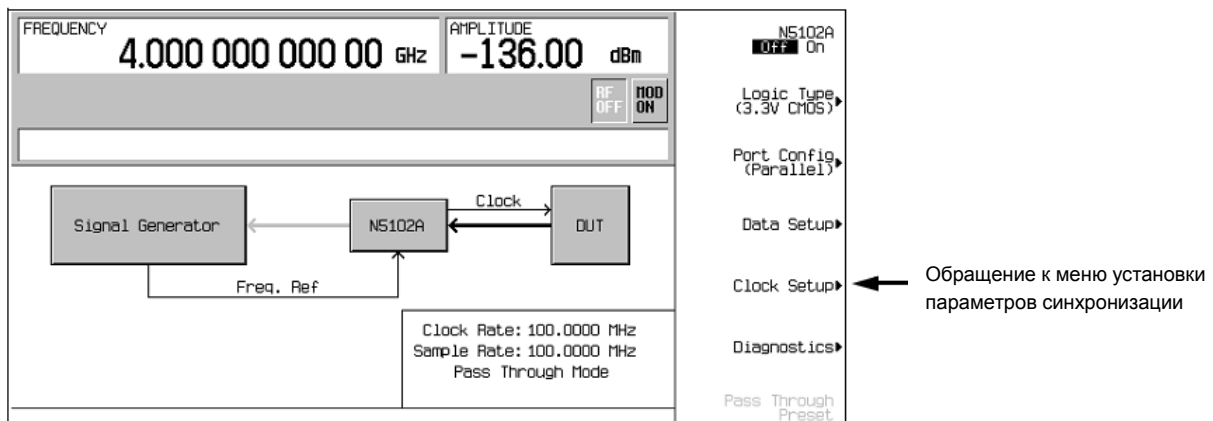

Рисунок 12-17. Местонахождение меню Clock Setup
1. Нажмите функциональную клавишу **Clock Setup** (см. Рисунок 12-17).